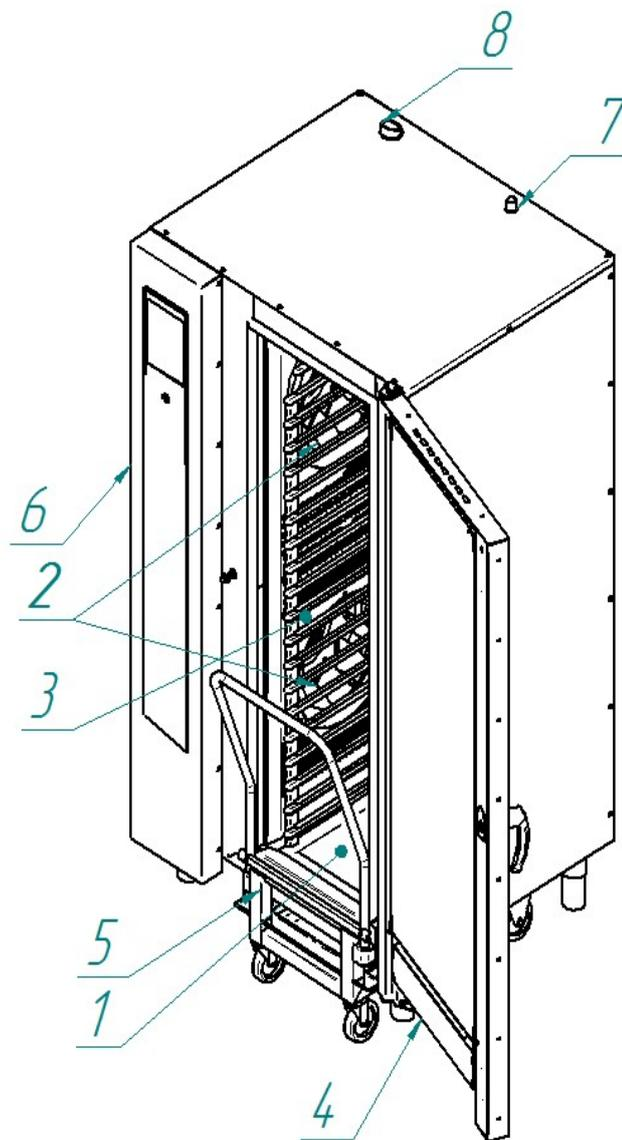

Рис. 1. Общий вид пароконвектомата ПКА20-1/1ПП2
Общий вид пароконвектомата представлен на рис.1.
Духовка (далее по тексту – камера) (рис.1 поз.1), обёрнутая теплоизоляционным материалом, установлена на основании и снаружи закрыта съёмными облицовками и дверью (рис.1 поз.4). Камера пароконвектомата имеет возможность установки до двадцати гастрорёмок размером GN1/1.
Камера внутри разделена перегородкой (рис.1 поз.3) на две зоны:
- два вентилятора (рис.1 поз.2), обеспечивающие равномерное перемешивание воздуха в камере при работе пароконвектомата;
Для установки гостроемкостей в камеру служит передвижная тележка (рис.1 поз.5) с направляющими (далее по тексту – тележка). Сбор влаги со стекла двери происходит в лоток, расположенный на передвижной тележке.
Камера соединена с внешней средой через выходную трубу коллектора (рис.1 поз.7). Во время работы пароконвектомата, часть пара попадает в коллектор (рис.2. поз.4). Пар в коллекторе конденсируется и одновременно подогревает воду, подаваемую в парогенератор. Конденсированный пар из коллектора попадает в водосборный коллектор (рис.2 поз.14), охлаждается и сливается в ка-
Управление работой пароконвектомата осуществляется с панели управления (рис.1 поз.6), на которой размещены жидкокристаллический экран с сенсорным управлением (далее по тексту – экран), промышленный контроллер и контроллер релейной платы.